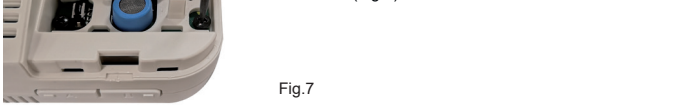

Fig.7
- 2 • Dévisser les deux vis de fixation du Module capteur à substituer (Fig.7).